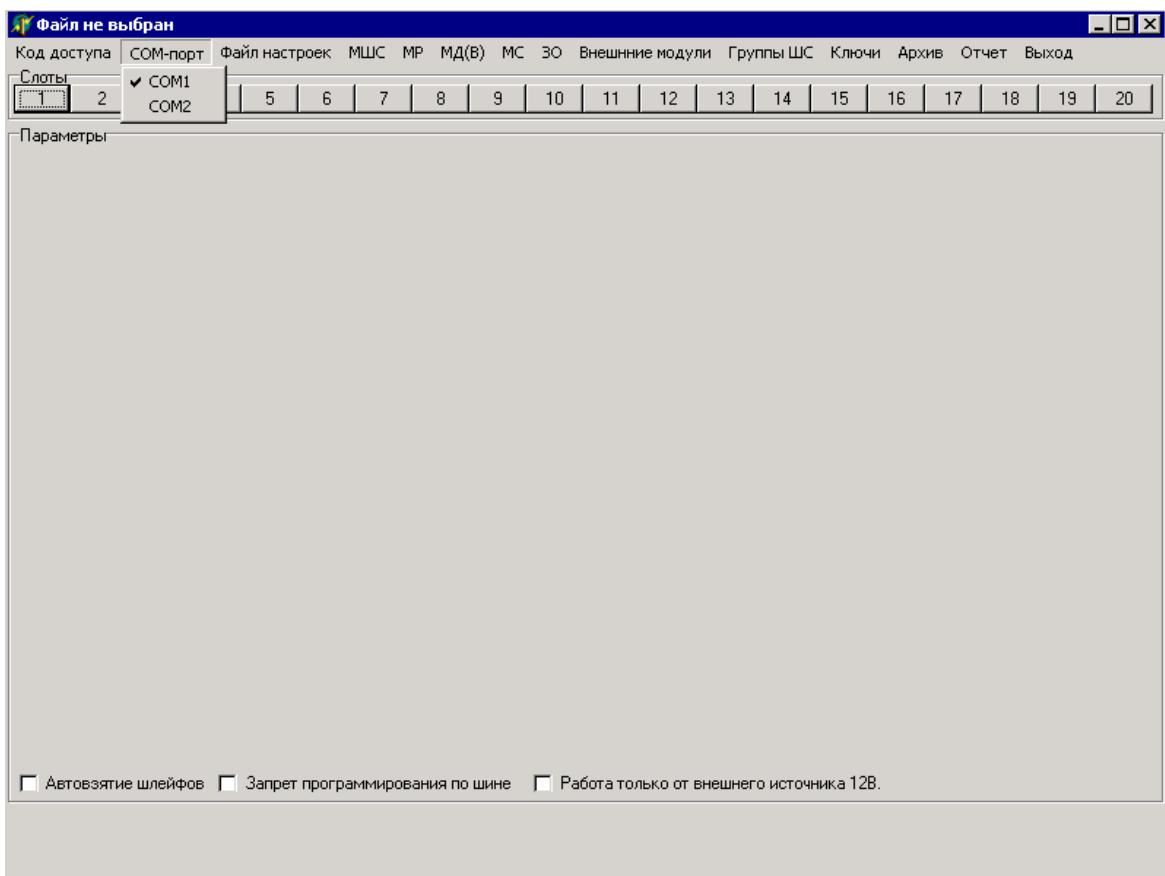

Рисунок 3
2.1.2.3 С помощью команды главного меню «СОМ-порт \ СОМ...» необходимо установить, отметив в выпадающем списке значком «∨», номер виртуального СОМ-порта ПЭВМ, к которому был подключен МВ. При первом запуске программы по умолчанию в качестве виртуального СОМ-порта ПЭВМ, к которому подключен МВ, устанавливается СОМ1 (рисунок 3). Изменение этого параметра сохраняется на жестком диске ПЭВМ в рабочей директории программы.